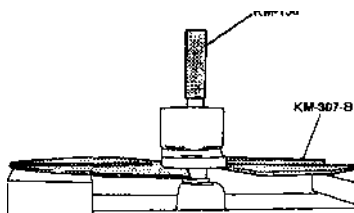

Рис. 5.12.
- спрессовать втулку заднего шарнира рычага с ее оси при помощи прессы и приспособлений (например, съемно-монтажного КМ-158 и пластины для монтажа-демонтажа втулок КМ-307-В) (рис. 5.12);